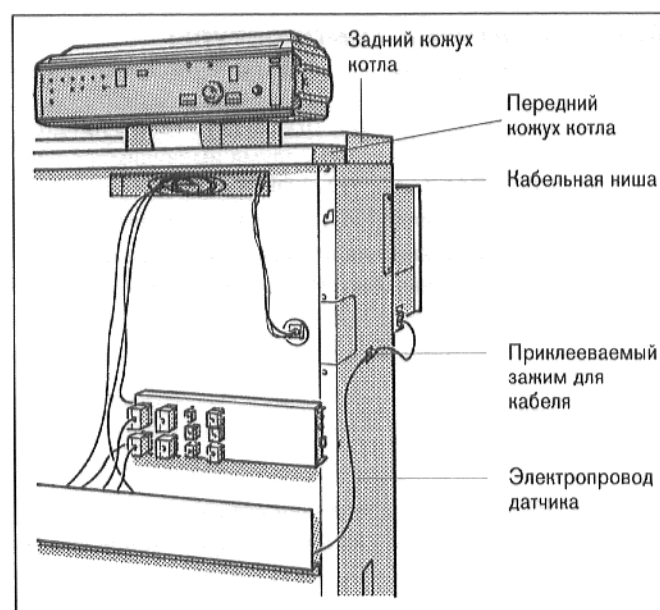

Рис. 8: G\_424 LZ; G\_524 LDN
- Проложить провод датчика температуры отходящего газа, концом подключения вперед, через кабельную нишу, на лицевой стороне котла, и через отверстие в переднем кожухе котла, к регулятору (рис. 8).
- Проложить провод датчика к боковой стенке и закрепить зажимом для кабеля (рис. 8).